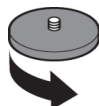

Fig.43
- 2- Enlever manuellement les filtres latéraux, centrales ou en dévissant la bague en nylon noir. (Fig.43)